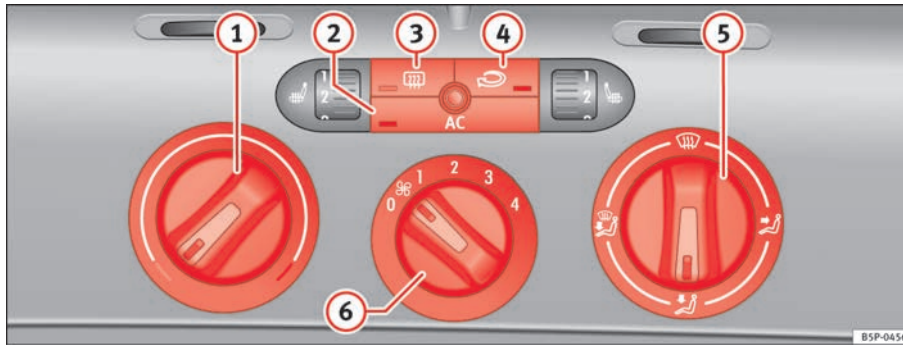

Abb. 126 In der Instrumententafel: Bedienelemente der Climatic
- Mit den Reglern ⇒ Abb. 126 ① und ⑤ und mit dem Schalter ⑥ stellen Sie die Temperatur, die Luftverteilung und die Gebläsestufe ein.
- Drücken Sie die jeweilige Taste ②, ③ oder ④, um eine Funktion ein- oder auszuschalten. Bei einer eingeschalteten Funktion leuchtet das Fenster unten an der Taste auf.
① Temperaturregler ⇒ Seite 161.
② Taste – Kühlanlage ein-/ausschalten ⇒ Seite 161
- ③ Taste – Heckscheibenbeheizung. Etwa 20 Minuten nach dem Einschalten wird die Beheizung automatisch ausgeschaltet. Sie lässt sich vorzeitig durch Drücken der Taste ausschalten.
- ④ Taste – Umluftbetrieb ⇒ Seite 163
- ⑤ Luftverteilungsregler ⇒ Seite 161.
- ⑥ Gebläseschalter. Der Luftstrom ist in vier Stufen einstellbar. Das Gebläse sollte immer bei langsamer Fahrgeschwindigkeit in niedriger Stufe mitlaufen. ▶
- Schalten Sie die Klimaanlage mit der Taste  $\Rightarrow$  Seite 160, Abb. 126  ein.